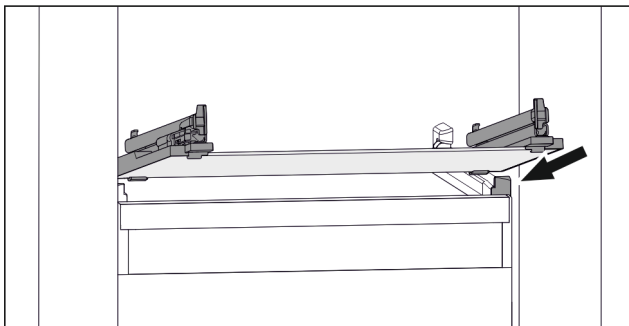

Fig. 117 Reprezentare exemplificativă a plăcii de sticlă
- ▶ Așezați placa de sticlă oblic în spatele opritoarelor. (vezi Fig. 117)